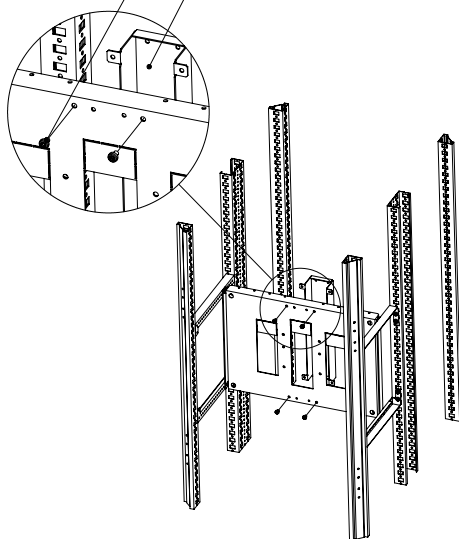

Рисунок 6
4.1.5 Прислонить крышку к панели монтажной и закрепить винтами М6×10 (рисунок 6). Момент затяжки – 7 Н·м.